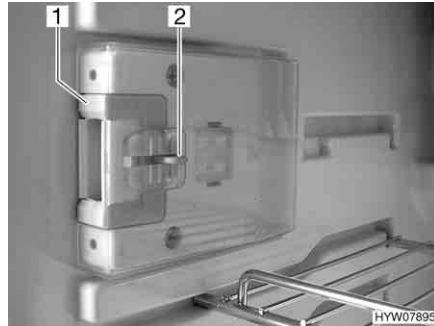
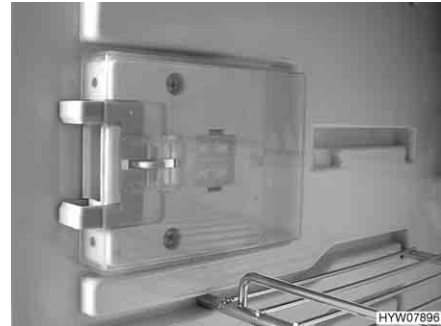

Bild 197 Låsanordning i normalläge
Bild 198 Låsanordning i ventilationsläge
- Tryck in frigöringen (Bild 197,2).
- Skjut låsanordningen (Bild 197,1) framåt (Bild 198).